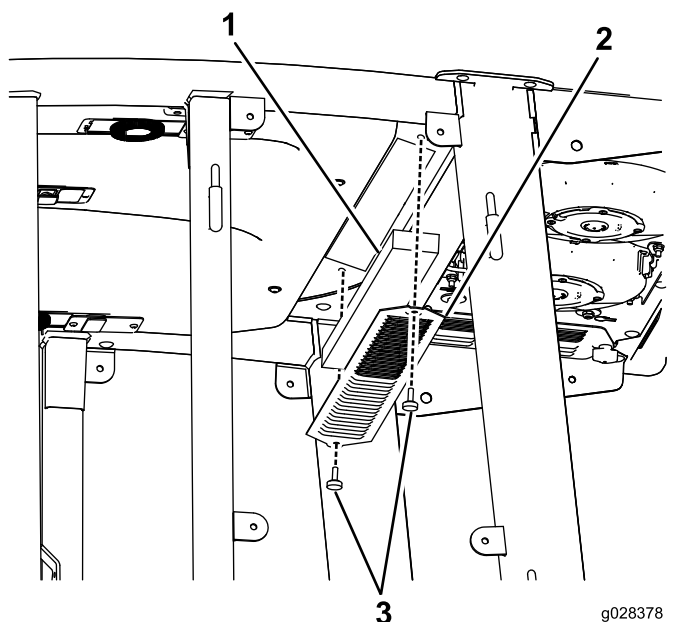
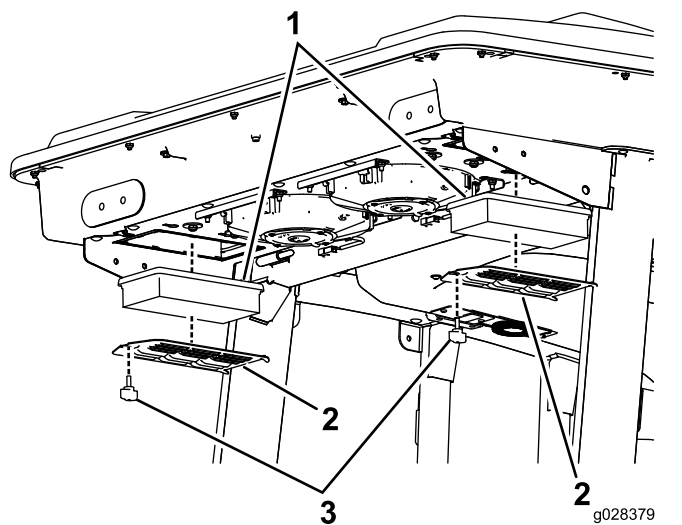

Figura 133
Figura 134
1. Remova os parafusos e as grelhas dos filtros de ar interior e traseiro da cabina (Figura 133 e Figura 134).